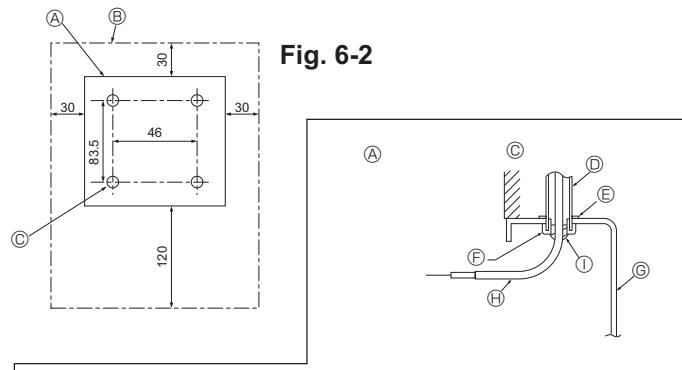
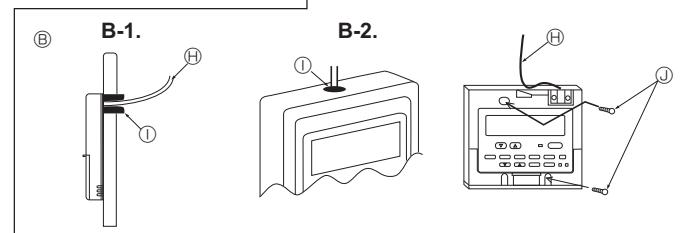

Fig. 6-2
Fig. 6-3
(1) Επιλέξτε το σημείο τοποθέτησης του τηλεχειριστηρίου. (Fig. 6-2)
[Fig. 6-2] ① Προφίλ τηλεχειριστηρίου
② Απαιτούμενα διαστήματα γύρω από το τηλεχειριστήριο
③ Απόδοση εγκατάστασης
(2) Καλύψτε την είσοδο του καλώδιου στο τηλεχειριστήριο με στόκο ή μαστήχη για να αποφύγετε την ενδεχόμενη είσοδο σταγόνων, νερού, κατσαρίδων ή σκουλικιών. (Fig. 6-3)
④ Για την εγκατάσταση στο κιβώτιο διακοπών
⑤ Για την εγκατάσταση στο τοίχο επιλέξτε ένα από τα ακόλουθα:
B-2. Για να περάσετε το καλώδιο του τηλεχειριστηρίου μέσω του πάνω μέρους [Fig. 6-3]